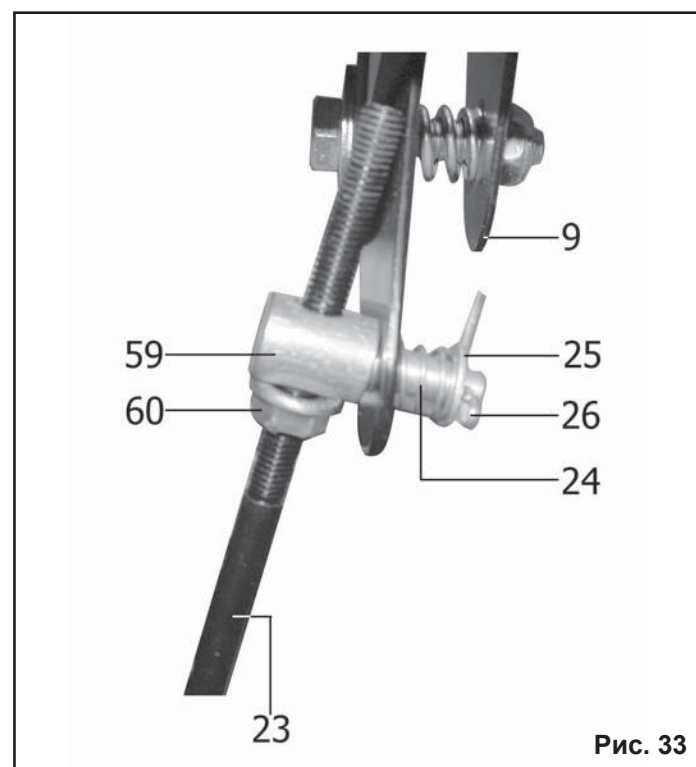

Рис. 33
9.9. Регулировка тяги рычага переключения передач (Рис.33).